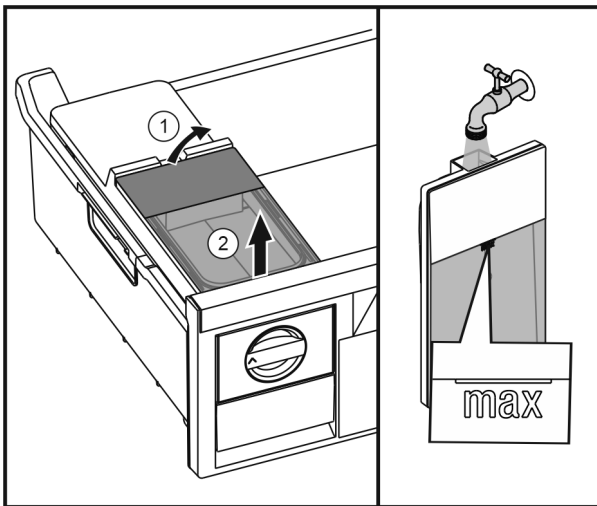

Fig. 22
- ▶ Підняти бак для води ззаду Fig. 22 (1) та вийняти вгору Fig. 22 (2).